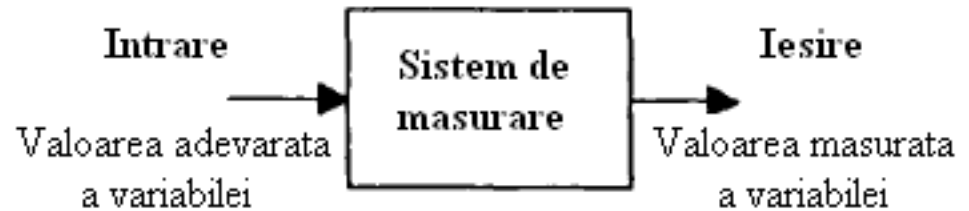

Figura 1.5. Un sistem de instrumentație/măsurare
**Consecință:** Vom considera un sistem de măsurare ca având *în intrare valoarea adevărată a variabilei* ce urmează a fi măsurată și *în ieșire valoarea măsurată* (sub formă numerică) a variabilei (figura 1.5)